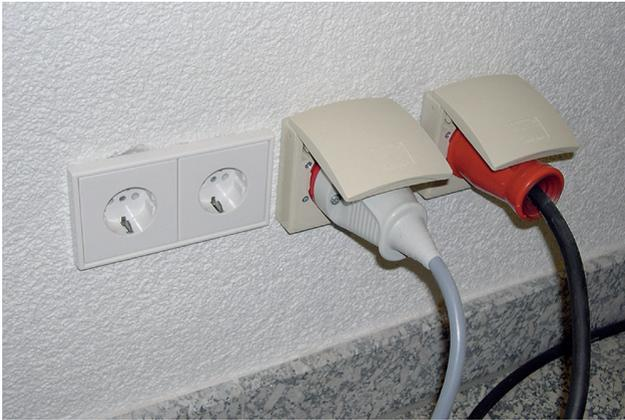

Abb. 2: Vollständige Isolierung von Kabeln, Steckern und Steckdosen
- die vollständige Isolierung (Abdeckung, Umhüllung) aktiver Teile, z. B. durch Isolierung von Leitungen, Steckern, Steckdosen, Schaltern usw. (Abb. 2),